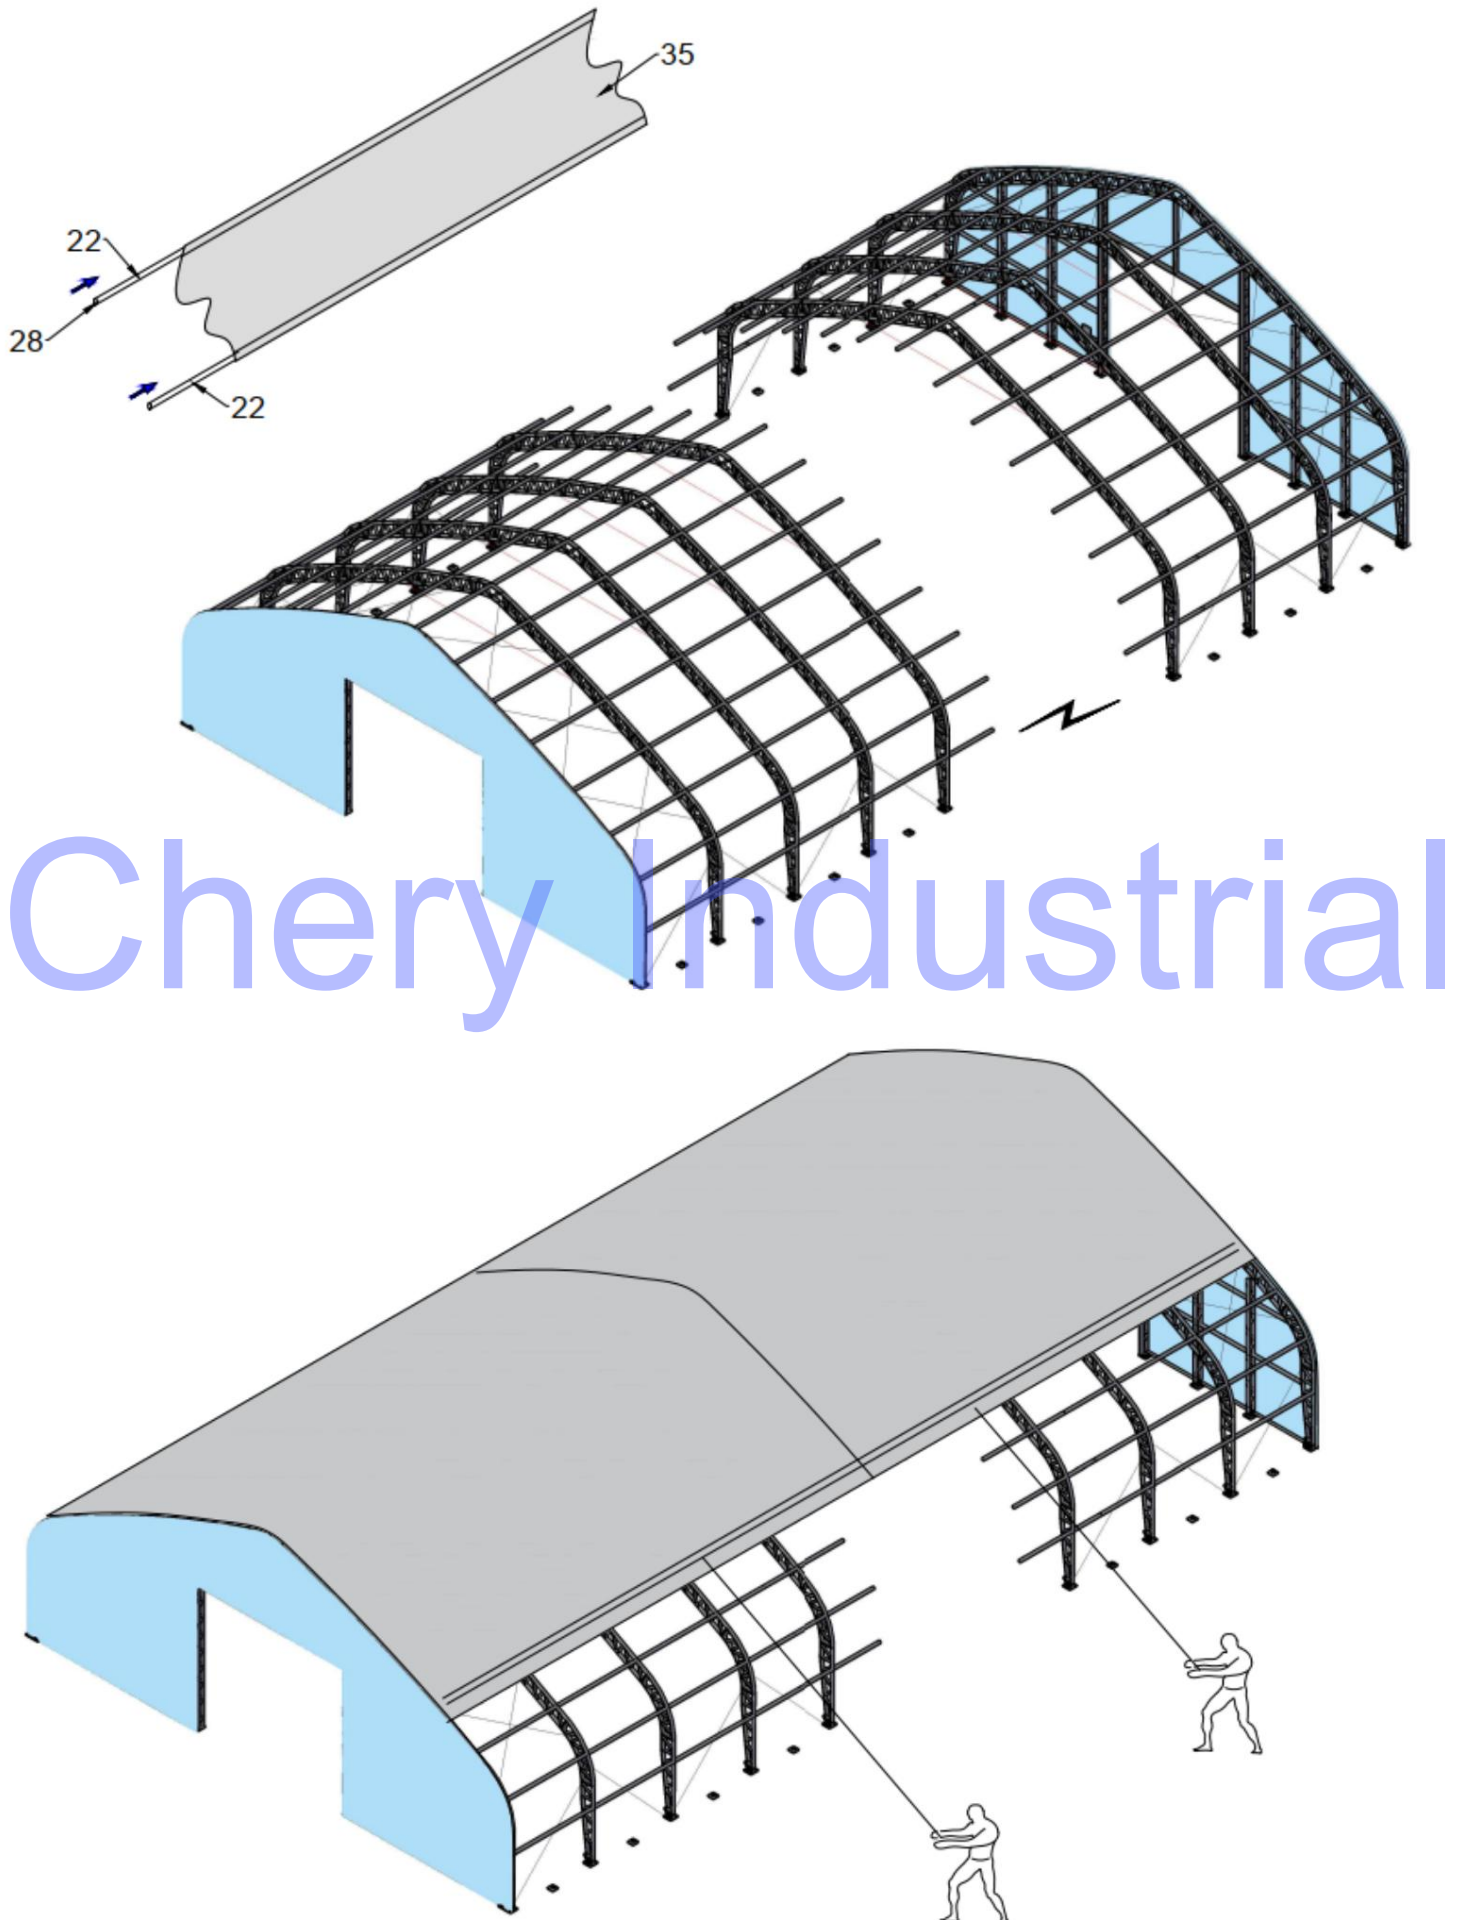
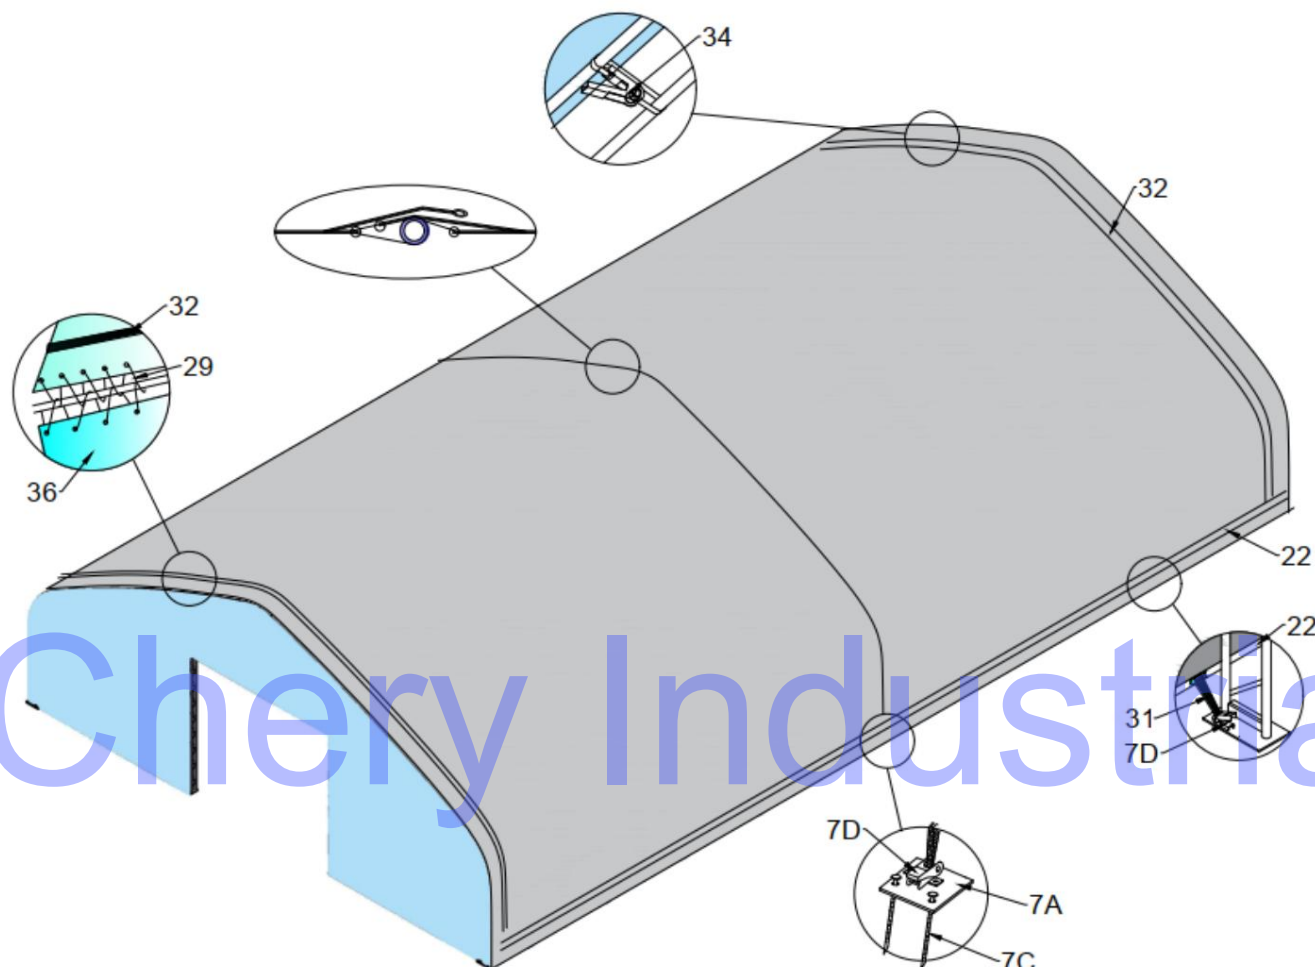

Figure 7
Figure 8
1. Comme le montre la figure 7, lorsque deux pièces de couverture de toit sont placées au-dessus de l'assemblage du cadre (voir figure 7), insérez le tube en PVC (pièce n° 32) dans les poches le long des deux côtés de la couverture de toit, trouvez le petit cliquet (pièce n° 34) pour le connecter au tube en PVC dans la couverture de toit par pièces (voir figure 8).
3. Insérez les tubes de tension (n° 22), pliez bien la couverture de toit sur le cadre, puis placez les capuchons en plastique (n° 28) à l'extrémité des tubes de tension (voir figure 8), puis fixez les cordes sur le cadre tour à tour.